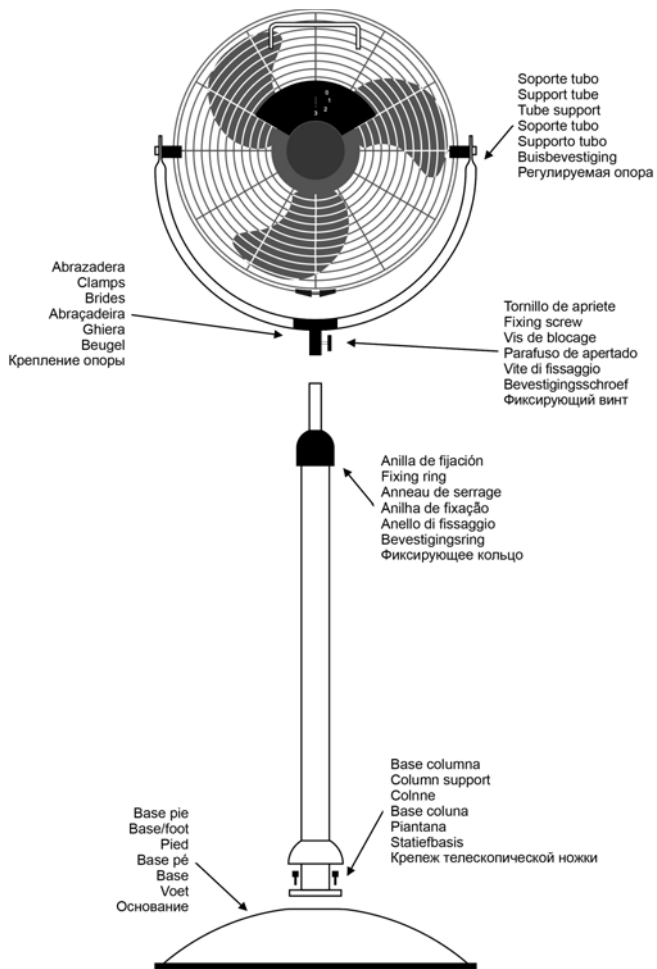

Fig. 1
- Fije mediante los tornillos suministrados, la base de la columna a la base del pie (Fig. 1).
- Inserte el conjunto del motor y soporte tubo en el tubo telescópico mediante la abrazadera (Fig. 1).
- Apriete el tornillo de fijación de la abrazadera para fijar el conjunto motor y soporte tubo al tubo telescópico (Fig. 1).